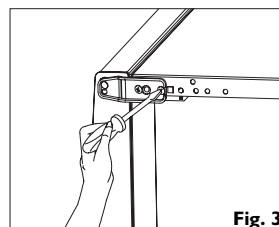

Fig. 3
3. Posez l'appareil sur le flanc gauche. Retirez les deux pieds de mise à niveau. Desserrez les vis de la charnière inférieure et retirez la charnière (Fig. 3). Dévissez la cheville de la charnière inférieure et vissez-la dans l'orifice situé du côté gauche (Fig. 4). Vissez ensuite la charnière inférieure du côté gauche du réfrigérateur. Réinstallez les pieds de mise à niveau.
3. Posez l'appareil sur le flanc gauche. Retirez les deux pieds de mise à niveau. Retirez les vis de la charnière inférieure et dégagez la charnière (Fig. 3). Dévissez la cheville de la charnière inférieure et vissez-la dans l'orifice du côté gauche (Fig. 4). Vissez ensuite la charnière inférieure du côté gauche du réfrigérateur. Revissez les pieds de mise à niveau.